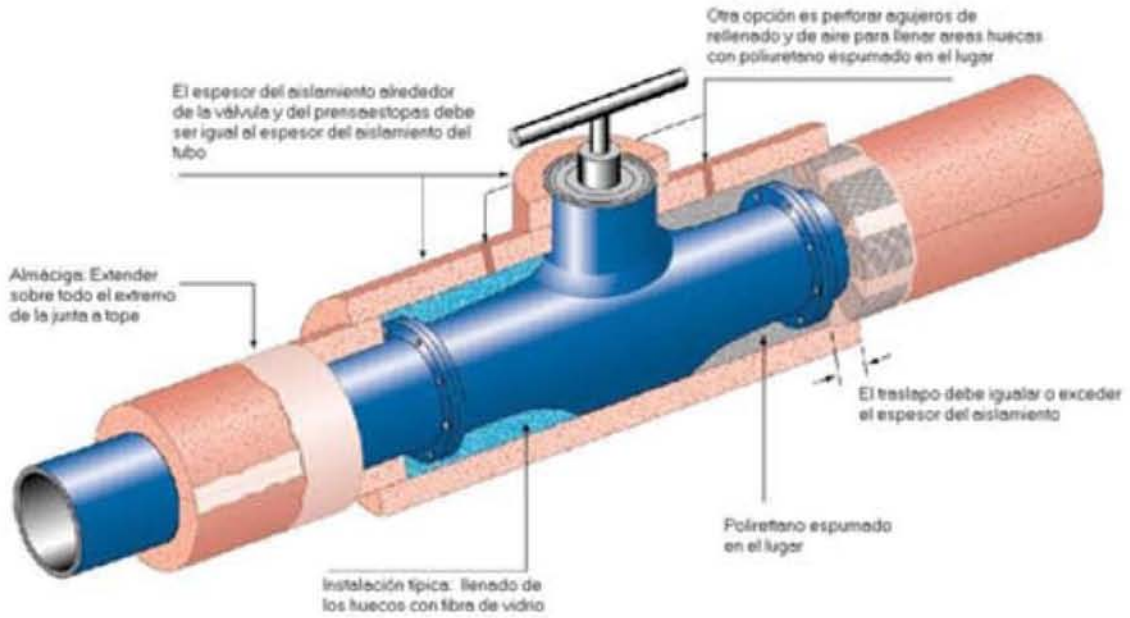

Figura 1
- 3.2.2 Se preferirán los accesorios tales como válvulas, estaciones de válvulas, bridas, codos de 90° y 45° y las T, de dos piezas cortadas con herramienta circular o fresados. En el caso de los diámetros demasiado grandes para el corte con herramienta circular o el fresado, las piezas se fabricarán en dos mitades con cada mitad formada por dos secciones en inglete. Ambos métodos serán conformes a ASTM C-450 y C-585. Las válvulas y bridas de gran diámetro exterior podrán ser ligeramente más grandes y las cavidades se rellenarán con fibra de vidrio o espuma de poliuretano en spray suelto fuertemente empaçado (véase la Figura 1 en el Apéndice B). El tamaño y el número de cavidades será el mínimo. Para mayor información al respecto consúltense las secciones 4.1.3 y 4.1.4.